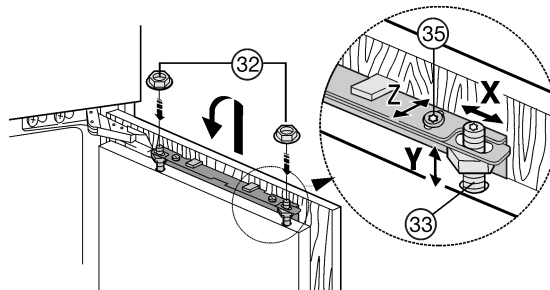

Fig. 21
- ▶ Mettre la porte du meuble sur les boulons d'ajustage Fig. 21 (33) et visser les contre-écrous Fig. 21 (32) sur les boulons d'ajustage sans trop serrer.
- ▶ Ajuster la porte du meuble à hauteur de Y et en l'inclinant sur le côté : régler les boulons d'ajustage Fig. 21 (33) à l'aide d'un tournevis.
- ▶ Serrer les contre-écrous Fig. 21 (32).